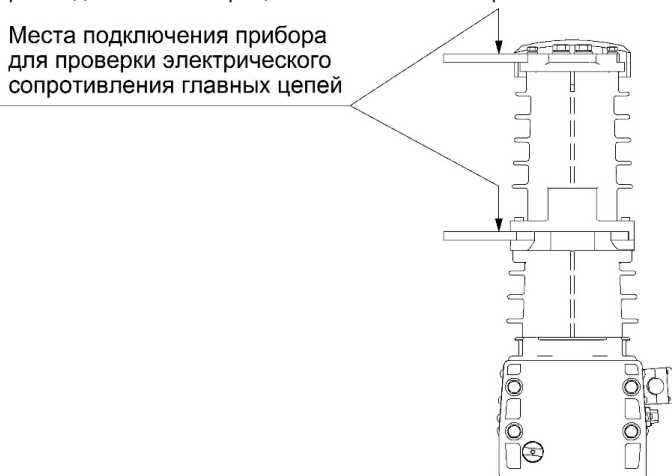

Рисунок 5 – Измерение переходного сопротивление главных цепей ВВ
4.4.10 Проверку электрического сопротивления главных цепей полюсов ВВ выполняют постоянным или выпрямленным током величиной не менее 50 А, но не более номинального, методом вольтметра - амперметра или прибором непосредственного измерения сопротивления (например, микроомметром МИКО-2.3 или МКИ-200) между выводами каждого полюса ВВ (рисунок 5), при замкнутом состоянии главных цепей полюсов ВВ. При этом электрическое сопротивление должно быть не более значений, указанных в таблице 1.